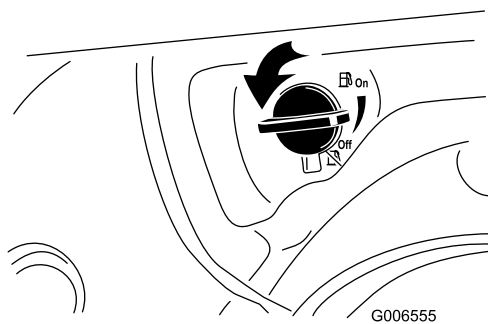

**Figura22**
3. Introduceți cheia de contact (Figura22).